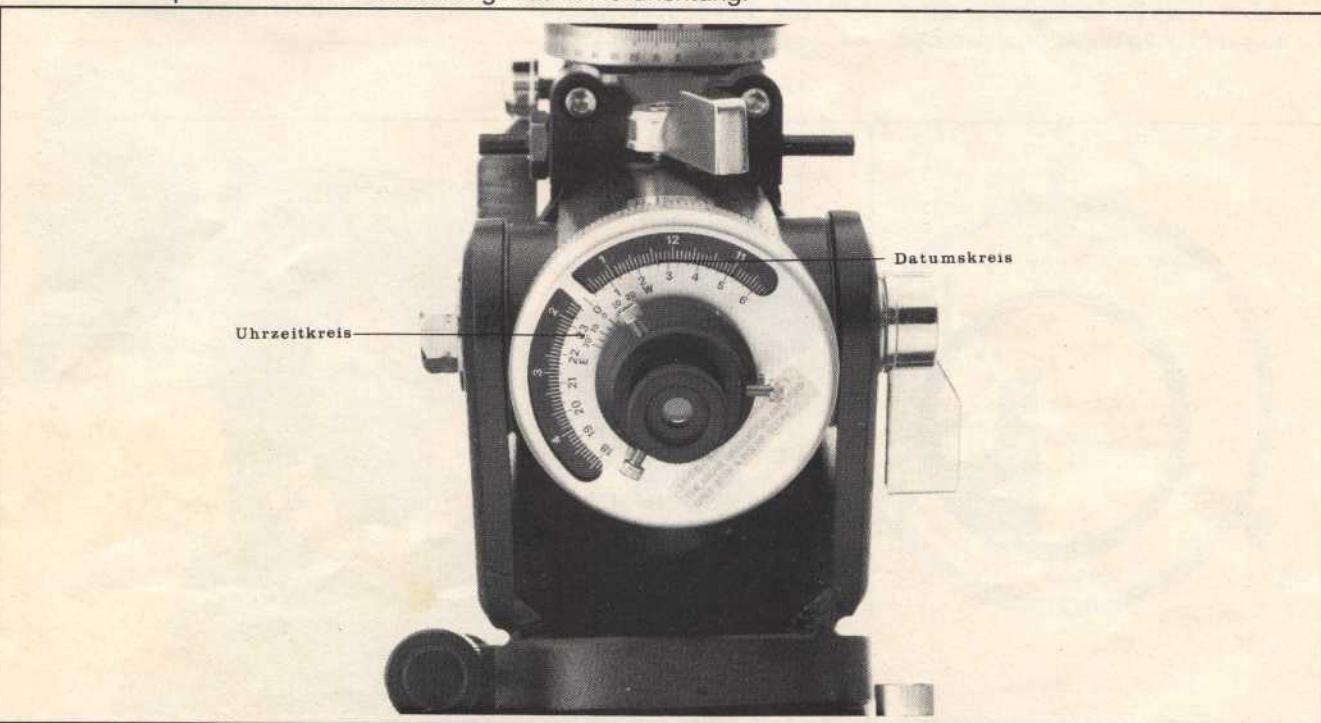

Abb. 34: Datums- und Uhrzeitkreis
- d) Zwei Teilkreise befinden sich am unteren Ende der Polachse (Abb. 34): Der Datumskreis und der Uhrzeitkreis. Die Zahlen des Datumskreises bedeuten die Monate, wobei die Einteilung in 2-Tagesintervallen erfolgt. Der Uhrzeitkreis gibt die Mitteleuropäische Uhrzeit von 18 Uhr abends bis 6 Uhr morgens in 20-Minuten-Schritten an. Die Funktion des innersten Skalenrings (Ortszeiteinstellung über Korrektur der geographischen Länge, Anzeige 20 Grad Ost bis 20 Grad West) wird im Kapitel über die Poljustierung der Montierung mit Hilfe des Polarsterns näher erläutert. Die Skala wird im Moment nicht benötigt.